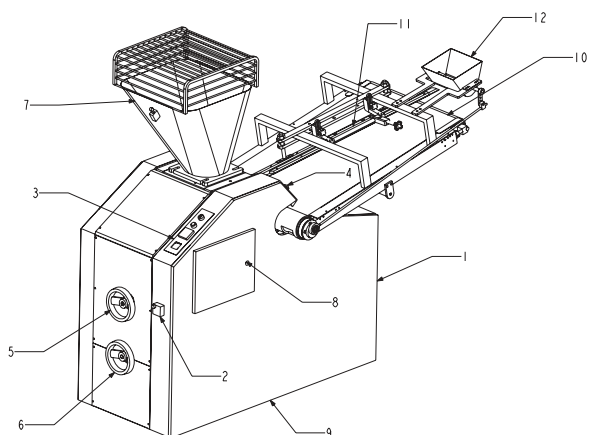

Figure 1. Parts of the machine.
El pulsador rojo de paro de emergencia (n.4 Fig. 1) anula por completo el funcionamiento de la máquina, si este se encuentra pulsado la máquina no funciona, para desenclavarlo basta con girarlo en el sentido que indica la flecha.
1. *Diariamente:* Comprobar el nivel de aceite. Por medio de la puerta (n.9 Fig. 1) se accede al depósito de aceite, que es transparente, de forma que se puede ver el nivel de aceite en su interior. El nivel de aceite debe estar siempre por encima del mínimo indicado.